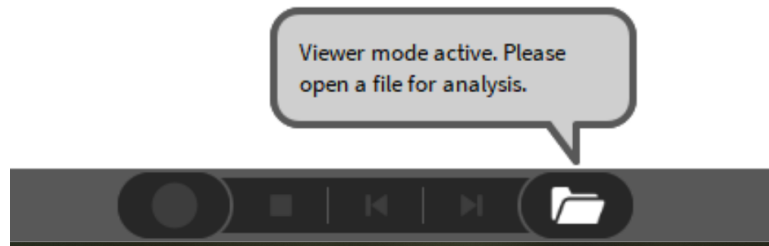

Abb. 3.22: OXYGEN Viewer Benachrichtigung
Wenn eine Messdatei im Viewer Modus geöffnet und wieder ausgeworfen wird (siehe ② in Abb. 3.18), erscheint eine Benachrichtigung über der Aktionsleiste, wie in Abb. 3.22 dargestellt. Nun kann eine andere Messdatei zum Analysieren geöffnet werden.